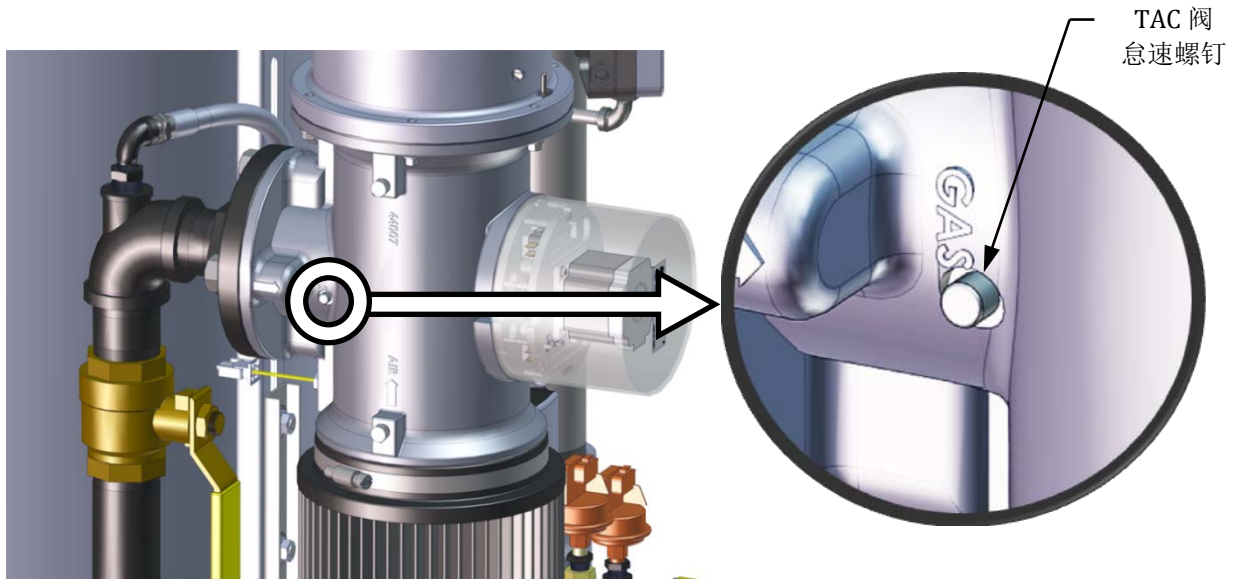

图4-4: TAC 阀调节 (怠速螺钉)
29. 如果 18% 阀位时的氧气水平过高，并且风机电压为最小值，则可以调节嵌于空气/燃料阀顶部（参见图 4-4）的怠速螺钉（TAC 阀）。顺时针旋转该螺钉 1/2 圈，增加燃料并将 O2 减至指定的水平。在更改怠速螺钉（TAC 阀）后，必须从 60% 阀位开始至 18% 阀位重新校准。